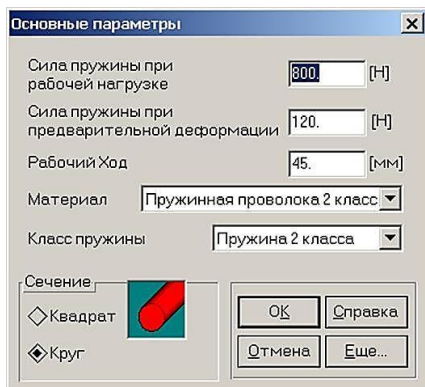

Рис. 39
3. Задание основных параметров. Для ввода исходных данных открываем меню *Данные* и в поля ввода диалогового окна «*Основные параметры*» (рис. 39) заносим запрашиваемые параметры в соответствии с исходными данными (кроме значения диаметра проволоки):